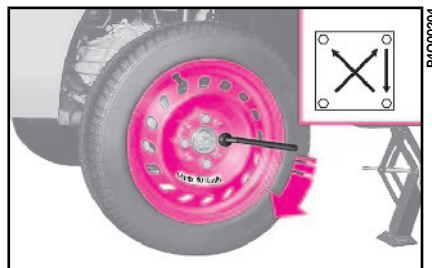

fig. 8
12) Apriete a fondo los tornillos, pasando de un tornillo al otro diametralmente opuesto, siguiendo el orden ilustrado en la **fig. 8**.
6) Apriete a fondo los tornillos según el orden anteriormente ilustrado **fig. 8**.